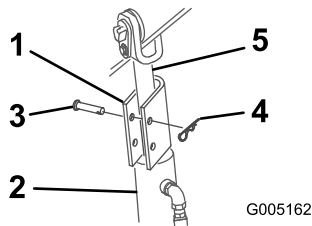

Bild 15
4. Bringen Sie über jeder Hubzylinderstange ein Zylinderschloss an (Bild 15).
5. Befestigen Sie jedes Zylinderschloss mit einem Lastösenbolzen und einem Splint (Bild 15).